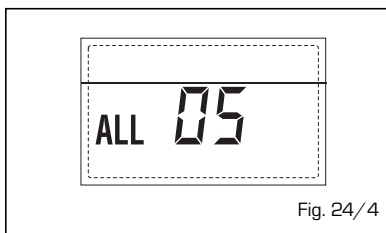

Fig. 24/4
- BLOQUEO LLAMA "ALL 06" (fig. 24/5)